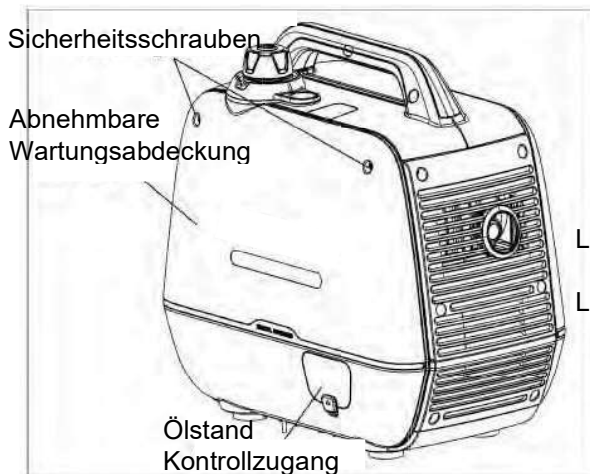

Fig. 14A
1. Lösen Sie die Schrauben der Abdeckung und entfernen Sie die Wartungsabdeckung. (Fig. 14A)